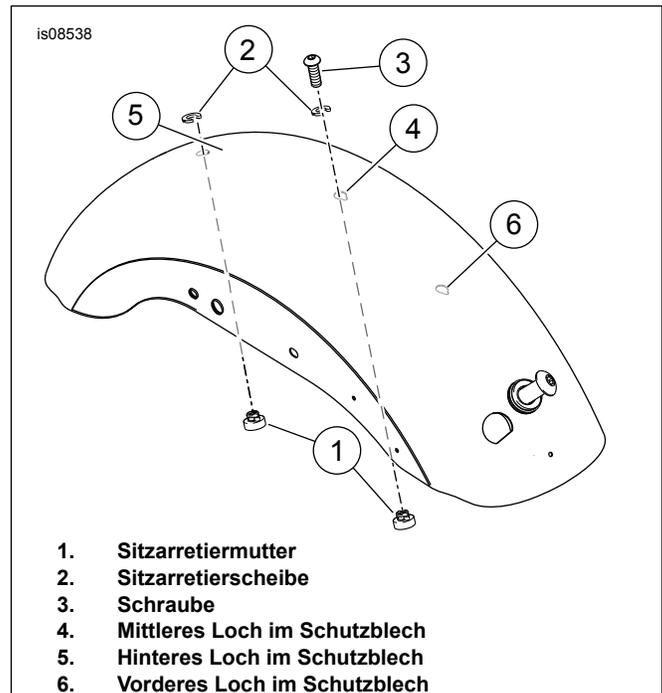
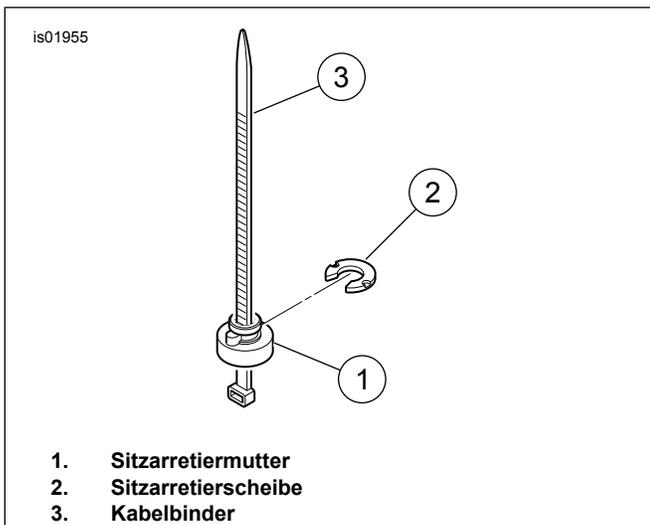
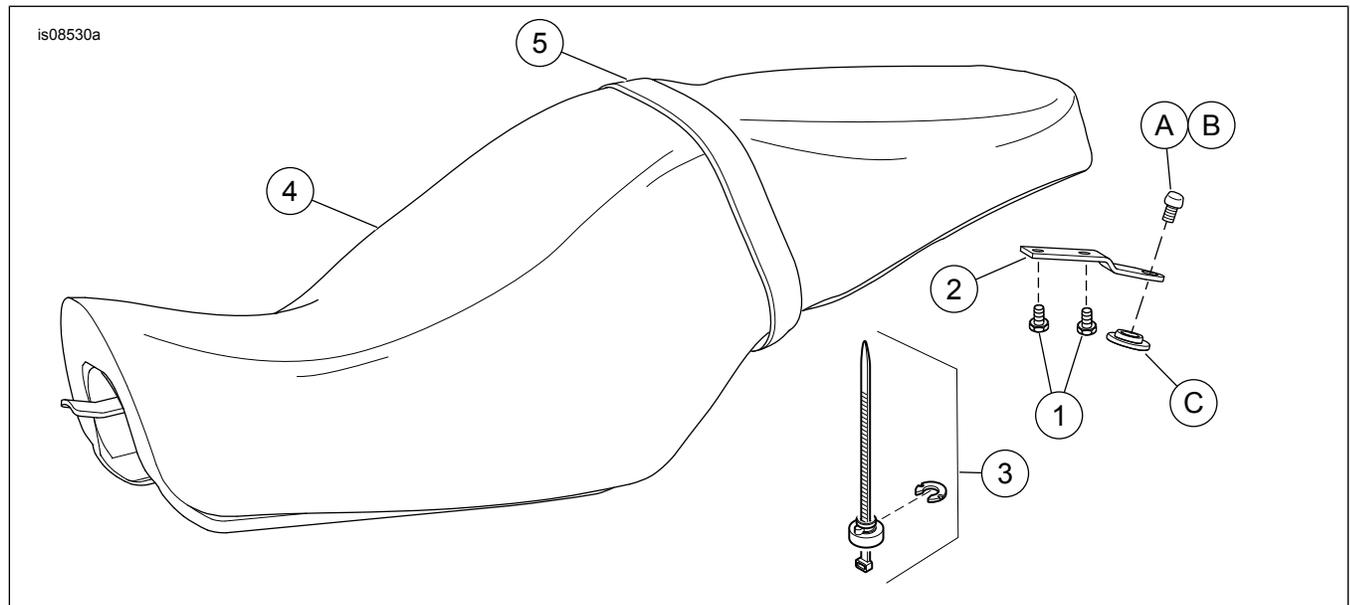

Abbildung 1. Einbauorte von Sitzarretiermutter und -scheibe
Abbildung 2. Sitzarretiermutter, Unterlegscheibe und Werkzeug
Abbildung 4. Ersatzteile: XL-Sitz
Siehe Abbildung 4 und Tabelle 1.
- a. **Für die Modelle XL 883N, XL 1200V und XL 1200X:** Siehe Abbildung 1 und Abbildung 4. Die Schraube (3) aus dem hinteren Loch (5) entfernen. Die Schraube für den Einbau aufbewahren. Den Sitz mit der Führungsscheibe (Teilenummer 7487) unter der Sitzbefestigungszunge montieren. Den Sitz mit der vorhandenen Schraube (Teilenummer 3085) im hinteren Schraubenloch befestigen. Auf folgendes Drehmoment anziehen: 2,3–4,5 N·m (20–40 in-lbs).
- b. Die Befestigungshalterung (Teilenummer 5176-97A) kann ebenfalls verwendet werden. **Für die Modelle XL 883L:** Siehe Abbildung 1. Sitzarretiersatz im hinteren Schutzblechloch (5) montieren. Siehe Abbildung 2. Als Einbauwerkzeug kann ein Kabelbinder (3) verwendet werden. Die Arretiermutter (1) über dem Kabelbinder anbringen. Die Arretiermutter so positionieren, dass die breitere Seite auf der Öse des Kabelbinders aufsitzt. Den Kabelbinder unter dem Schutzblech nach oben und durch das Schutzblechloch führen. Den Kabelbinder nach oben ziehen, um die Mutter fest an die Unterseite des Schutzblechs heranzuziehen. Den Sitz mit der Original-Sitzschraube befestigen. Auf folgendes Drehmoment anziehen: 2,3–4,5 N·m (20–40 in-lbs).
- a. Siehe Abbildung 1. Wenn die Arretiermutter im mittleren Loch (4) montiert ist. Den Sitz mit der Original-Sitzschraube befestigen. Auf folgendes Drehmoment anziehen: 2,3–4,5 N·m (20–40 in-lbs).
- b. Siehe Abbildung 1. Sitzarretiersatz im mittleren Schutzblechloch (4) montieren. Siehe Abbildung 2. Als Einbauwerkzeug kann ein Kabelbinder (3) verwendet werden. Die Arretiermutter (1) über dem Kabelbinder anbringen. Die Arretiermutter so positionieren, dass die breitere Seite auf der Öse des Kabelbinders aufsitzt. Den Kabelbinder unter dem Schutzblech nach oben und durch das Schutzblechloch führen. Den Kabelbinder nach oben ziehen, um die Mutter fest an die Unterseite des Schutzblechs heranzuziehen. Den Sitz mit der Original-Sitzschraube befestigen. Auf folgendes Drehmoment anziehen: 2,3–4,5 N·m (20–40 in-lbs).
4. Siehe Abbildung 4. Die Sitzbefestigungsschraube (A) montieren. Auf folgendes Drehmoment anziehen: 2,3–4,5 N·m (20–40 in-lbs)